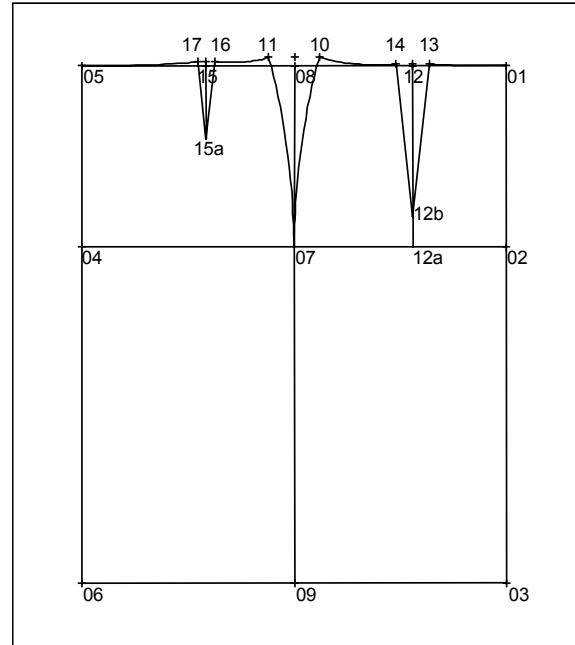

Bild 18-16
3. Teilschritt: Abnäher einzeichnen (Bild 18-16)